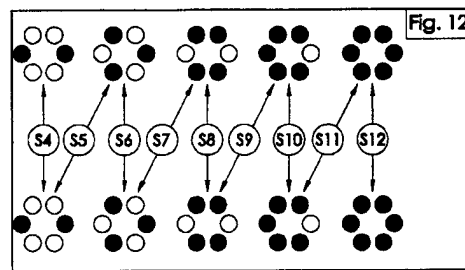

Рис. 12
В) Монтаж Колпаков (Часть № 30 правый и 31 левый. Для моделей от AT550 до AT800 2 колпака (30) симметричны) и предварительно натянутых пружин (17), рисунок 12,13 и 14:
- Установить кольцевые прокладки (14) в специальные гнезда обоих колпаков.
- Положить колпаки на корпус (50), проверяя, что кольцевые прокладки находятся в соответствующих гнездах.
- Ввести винты колпаков (13) и частично завинтить их. Завершить завинчивание следуя обозначенной на рисунке 14 последовательности.